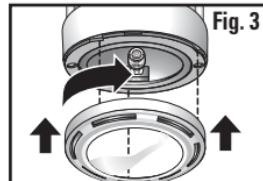

Fig. 3
- 2**  **Fig. 3**  Fendez le cordon à 1/8 de po de son extrémité après que vous aurez ajusté la longueur en fonction de la prise de courant (**Fig. 2**). Insérez l'extrémité coupée du cordon d'alimentation dans la cavité sur l'extrémité intérieure de la prise. Veillez à ce que le côté nervuré du fil soit dans la position qui est indiquée sur l'illustration (**Fig. 3**).
Positionnez la lentille en verre de façon que les languettes de retenue soient alignées avec les ouvertures correspondantes dans la tête de lampe, et rattachez la lentille en la faisant tourner dans le sens des aiguilles d'une montre (**Fig. 3**).